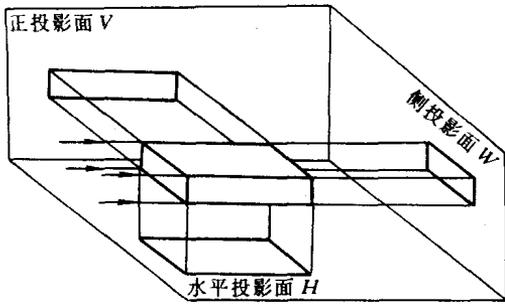
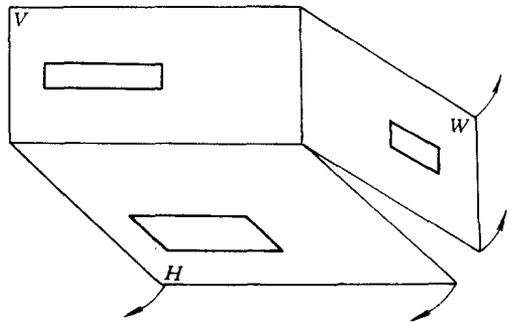
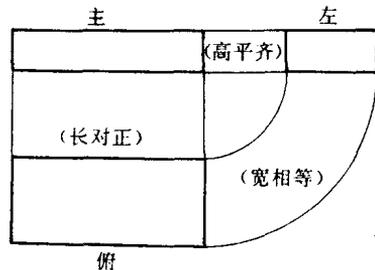

图 1-2 长方体在三个投影面上的投影
图 1-3 投影面的展开
图 1-4 展开后长方体的三视图
(2) 三视图 将长方体置于三个互相垂直的投影面体系中，使其底面与水平投影面平行，前面与正投影面平行，分别向三个投影面投影，可得到长方体的三个视图（见图 1-2）；将三个投影面按图 1-3 中箭头所指的方向顺次旋转展开，即形成三视图，见图 1-4。